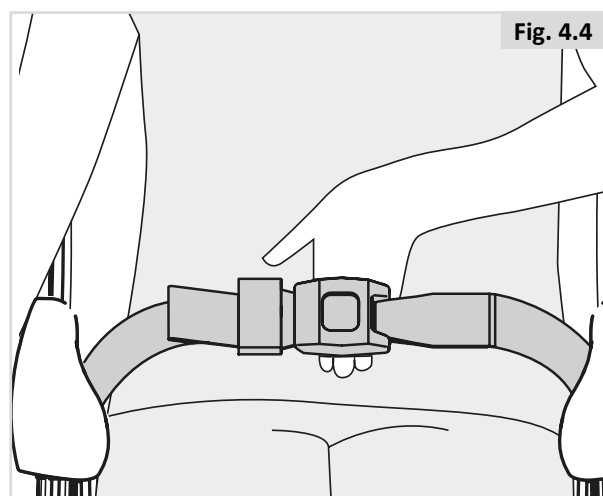

Fig. 4.4
- Pas de heupriem aan tot deze past, maar laat niet meer dan een handbreedte vrij voor gemak en veiligheid (Fig. 4.4).